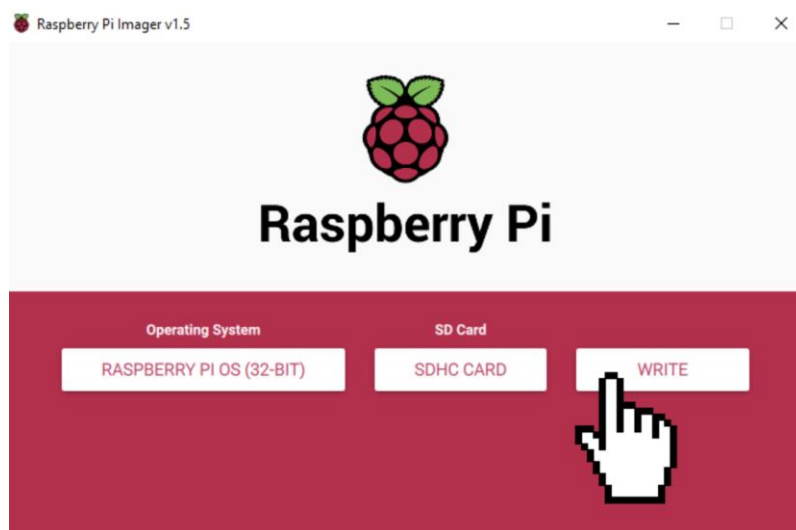

Рисунок 3.1 – Завантаження ОС Raspberry
- натисніть кнопку "Write" і дочекайтеся завершення процесу запису (див. рис. 3.1).